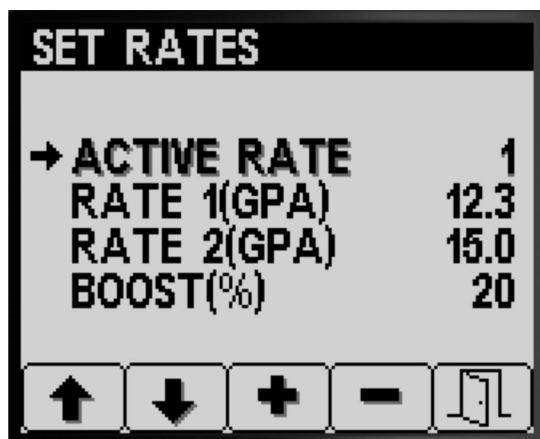

Figura 5
1. Prima o botão 1 ou 2 para navegar para a opção TAXA ATIVA (Figura 5).
2. Prima o botão 4 para selecionar a entrada TAXA ATIVA (Figura 5).
3. Prima os botões 3 ou 4 para definir a taxa ativa programada para a TAXA 1 ou a TAXA 2 (Figura 5).